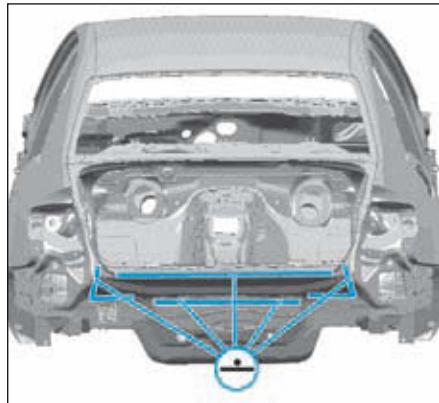

FIG. 133
- Ajuster et souder comme illustré (Fig.133).